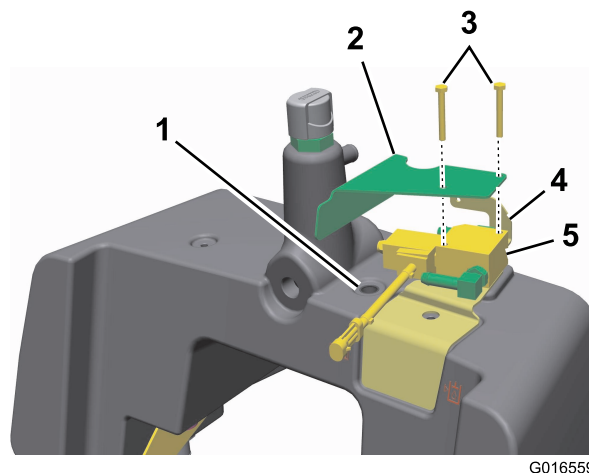

Figura 5
15. Installate il raccordo idraulico a 90 gradi bordato al serbatoio idraulico principale (Figura 5).